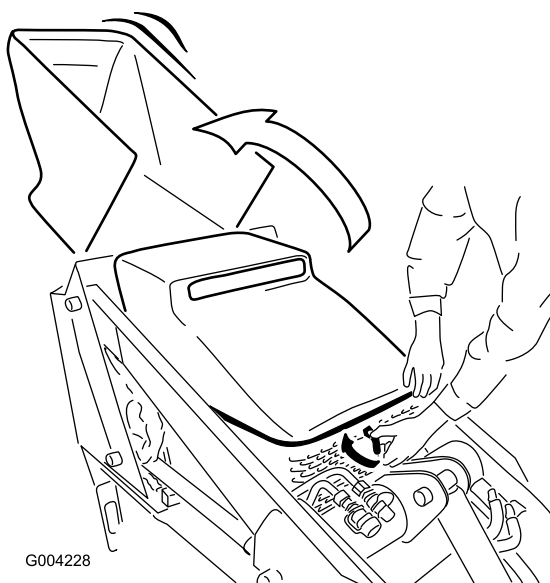

Figure 26
1. Tournez le verrou du capot dans le sens horaire (Figure 26).
2. Soulevez le capot (Figure 26).